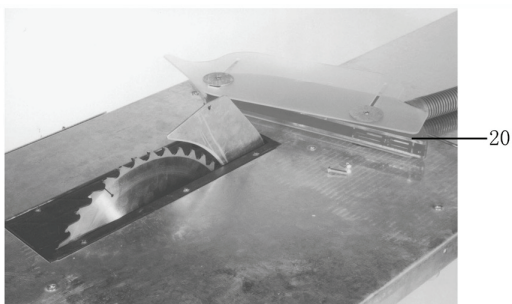

Fig. 24
- Allentare le viti e smontare la parte 20 (vedi fig. 24).